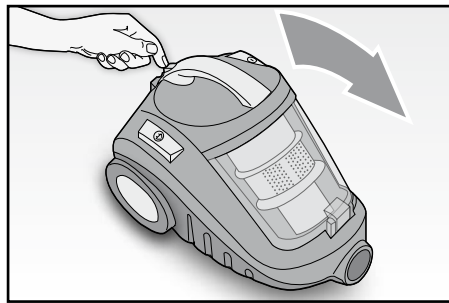

Fig. 6
- Premere il pulsante di sblocco (E) e contemporaneamente estrarre il contenitore della polvere (A) per mezzo dell'apposita impugnatura (G) (Fig. 6).